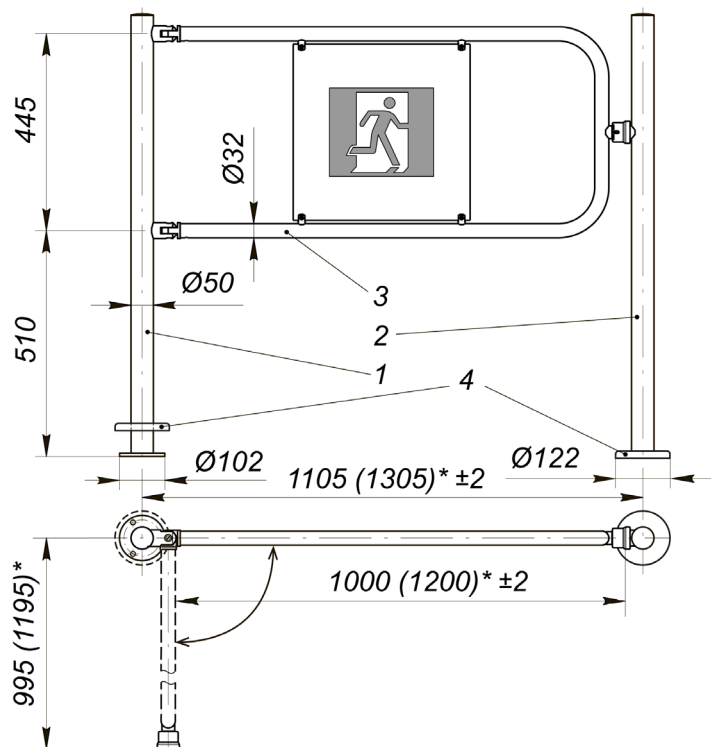
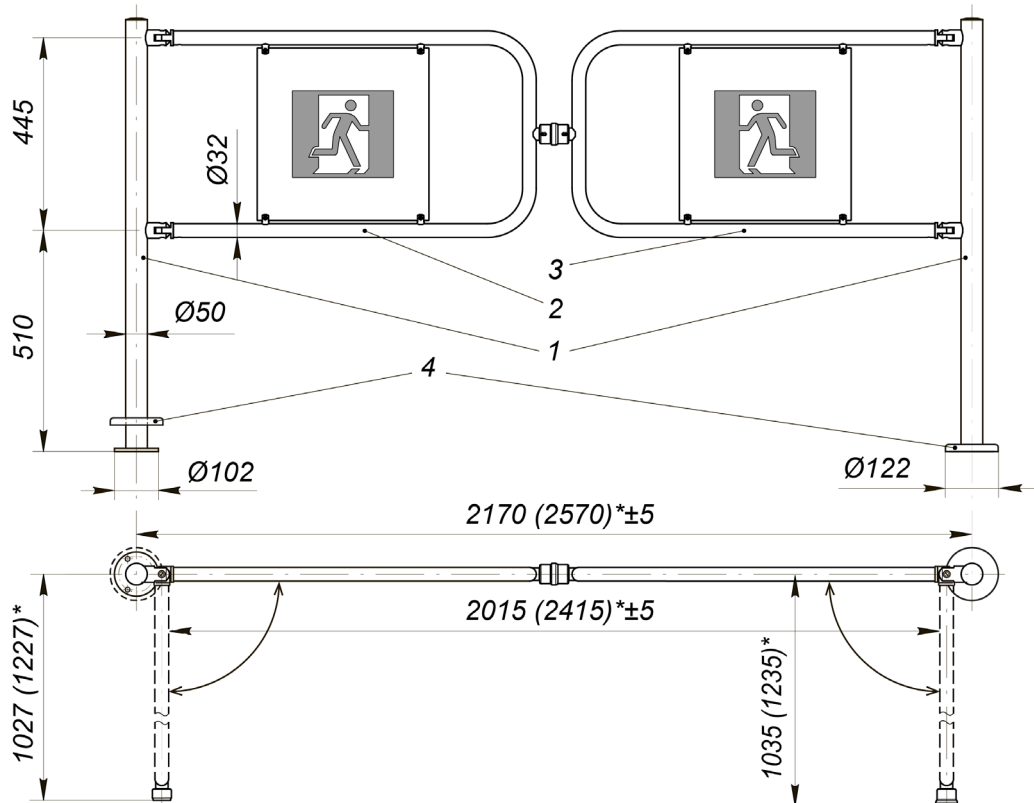

Рисунок 5. Автоматическая поворотная секция ограждения с электромагнитным УБ¹:
Рисунок 6. Двойная распашная секция ограждения с магнитным УБ²:
- **Поворотная секция ограждения**, предназначенная для формирования зоны прохода и организации аварийного выхода. Имеются три модификации – поворотная секция с механическим УБ (см. рис. 4), автоматическая поворотная секция с электромагнитным УБ (см. рис. 5) и двойная распашная секция ограждения с магнитным УБ (см. рис. 6).